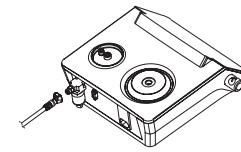

Figure 8.
- 2.6.2 Brancher le connecteur du tuyau air externe dans la prise de l'entrée air située à l'arrière de l'unité principale (comme indiqué sur la figure 8).